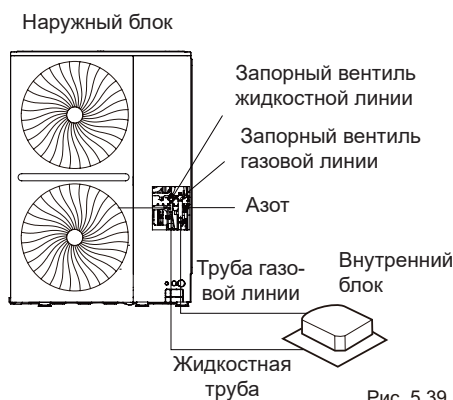

Рис. 5.39
8. Точно так же продуйте другие отверстия, двигаясь последовательно от внутреннего блока А к наружным блокам. См. рис. 5.39